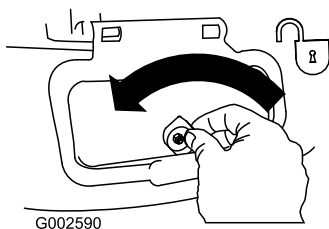

Figura 33
1. Desbloquee la puerta de descarga lateral (Figura 33).